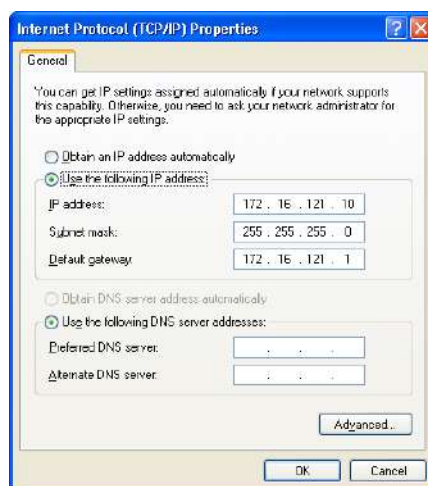

Рис. 2. Установка сетевых свойств ПК вручную для подключения к устройству AutoRAE 2
7. Вручную задайте соответствующий IP-адрес порта Ethernet, маску подсети и основной шлюз, чтобы подключиться к устройству AutoRAE 2 (см. рис. 2).